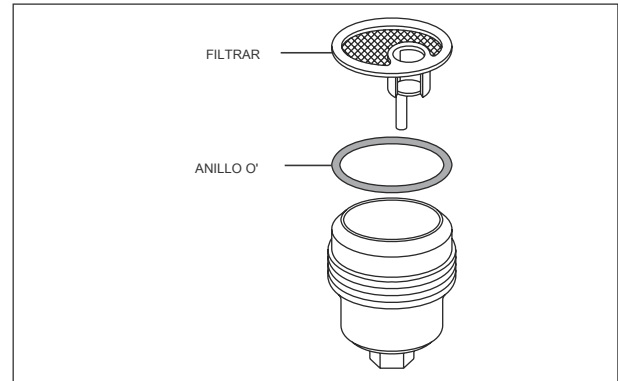

Fig. 4.7
- Los sedimentos filtrados por el filtro en el interior del combustible vaso de decantación pene conseguirá depositado en el bol. Por lo tanto el recipiente y el filtro interior del recipiente deben ser retirados y limpiados periódicamente para evitar la entrada de polvo en el conjunto del carburador. (Fig. 4.7)
Reemplazar el anillo 'O' con uno nuevo, mientras que volver a montar. (Fig. 4.7)